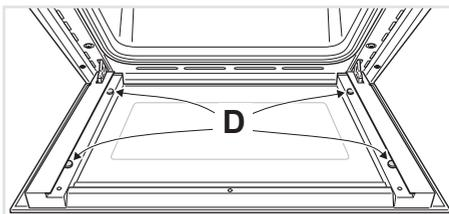

Fig. 6.23
- Verificare che i 4 distanziatori "D" siano nella loro posizione (fig. 6.23).**IMPORTANTE:** È consigliabile, durante l'inserimento del vetro, tenere premuti in posizione i 4 distanziatori "D", mediante un dito, al fine di evitare la rottura o lo sfilamento dei distanziatori stessi (fig. 6.24).